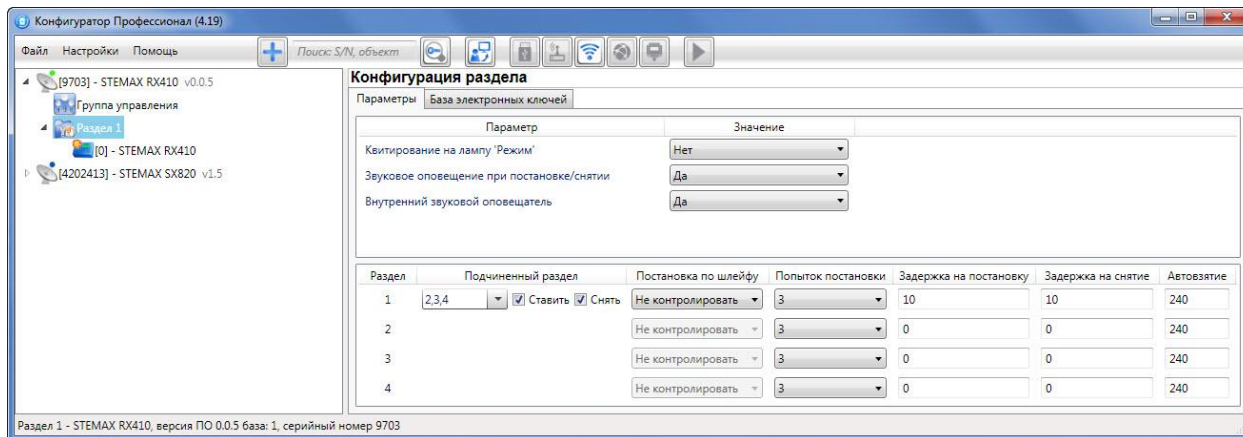

Рисунок 10.4 — Пример 2
**2** Первый раздел назначается главным, а все остальные — подчиненными ему на постановку. В таком случае при постановке на охрану главного раздела все подчиненные разделы будут автоматически синхронно ставиться на охрану. При снятии с охраны главного раздела все подчиненные разделы будут автоматически синхронно сниматься с охраны. Настройка, соответствующая этому примеру, показана на иллюстрации (см. рисунок 10.4).